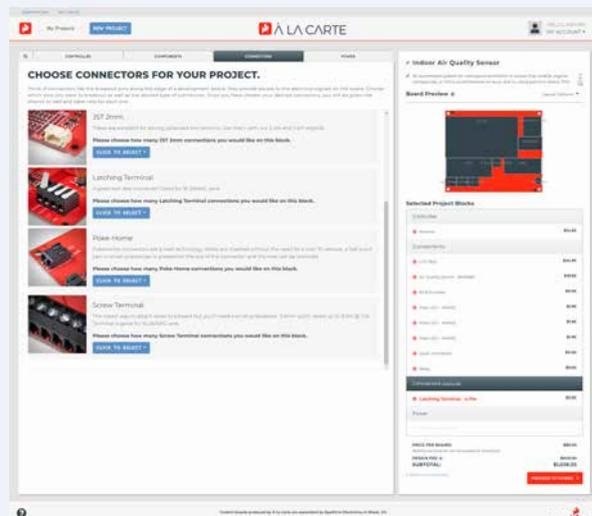

Figure 6. Bornier à verrouillage à 4 bornes.
**Étape 3 : Ajouter des connecteurs (facultatif).** Les connecteurs peuvent être utilisés pour rediriger n'importe quel signal sur la carte vers une foule de types de connecteurs différents. Pour ce projet, ajoutons un bornier à verrouillage à 4 bornes (**fig. 6**) pour pouvoir connecter des composants supplémentaires plus tard, par exemple un capteur de particules.